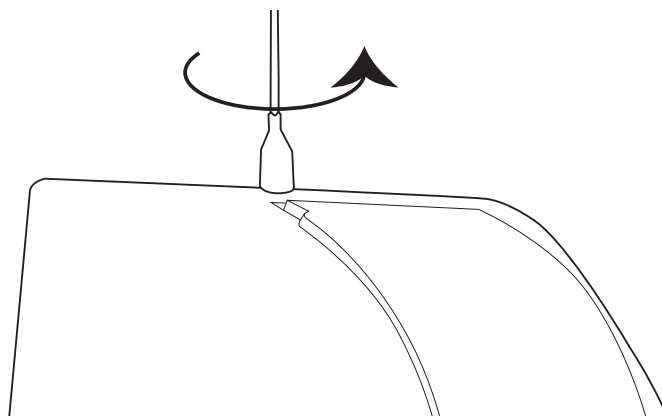

Figure 54
- 2- Retirer l'antenne de l'armoire de commande **MASTER** (**Figure 54**).